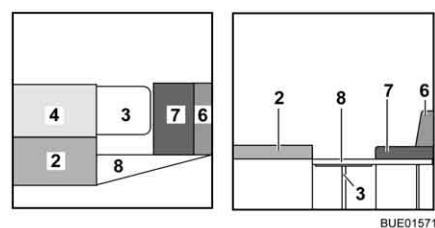

Bild 154 Während des Umbaus
- Das Rückenpolster (Bild 154,4) neben das Sitzpolster (Bild 154,2) legen.
- Die Stütze der Bettverbreiterung (Bild 154,8) aufklappen und die Bettverbreiterung in die Aufnahmen an den Sitztruhen einhängen.